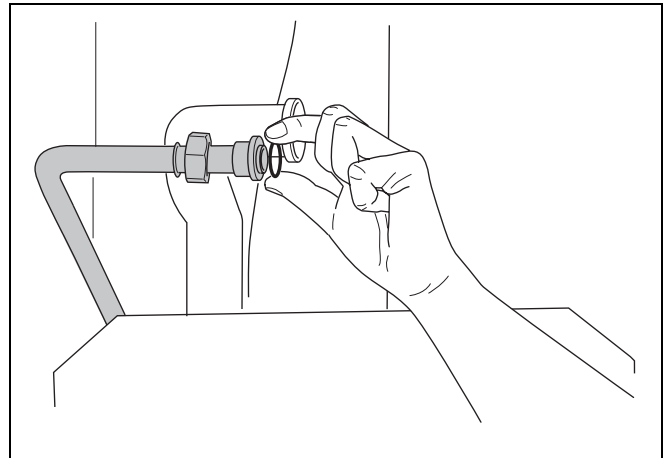

Bild 44 Flachdichtung Gasleitung ersetzen
- Flachdichtung zwischen der Gasleitung und Gas-Luft-Einheit (→ Bild 44),
- Flachdichtung zwischen Gasleitung und Gas-Luft-Einheit ersetzen (→ Bild 44).